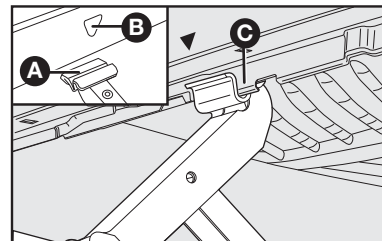

fig. 4
3) Coloque el crique en el símbolo **▼ B**-**fig. 4** cerca de la rueda que va a cambiar y asegúrese de que la ranura **A** del crique esté bien introducida en el lagrero **C**.